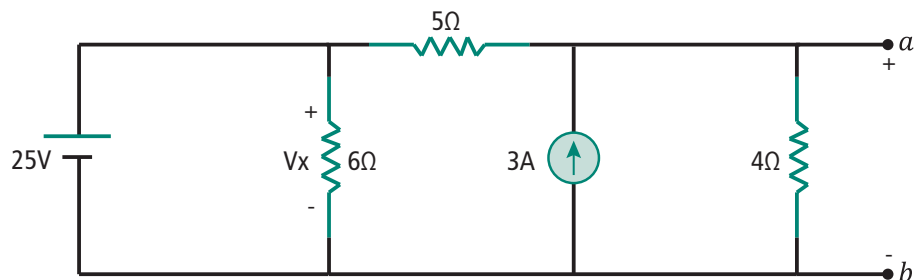

Figura 8.7: Circuito para elaboração do equivalente de Norton e Thévenin
1. Determine os circuitos equivalentes de Thévenin e de Norton para o circuito da Figura 8.7, a partir dos terminais a-b.
2. Determine a potência dissipada em um resistor de 20Ω conectado ao circuito da Figura 8.7 entre os terminais a-b.
3. Altere o valor da fonte de tensão para 100 V e determine novamente os circuitos equivalentes de Thévenin e de Norton para a Figura 8.7.
4. Ache o valor da tensão V_x no circuito da Figura 8.7.